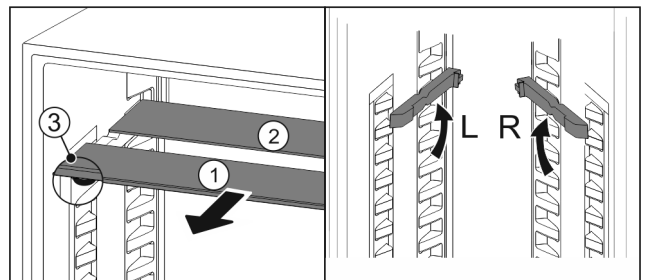

Fig. 112
- ▶ Izvucite Fig. 112 (1) staklene ploče jednu po jednu prema naprijed.
- ▷ Staklena ploča Fig. 112 (1) s ukrasnom letvicom nalazi se sprijeda.
- ▷ Zaustavljači Fig. 112 (3) su usmjereni prema dolje.